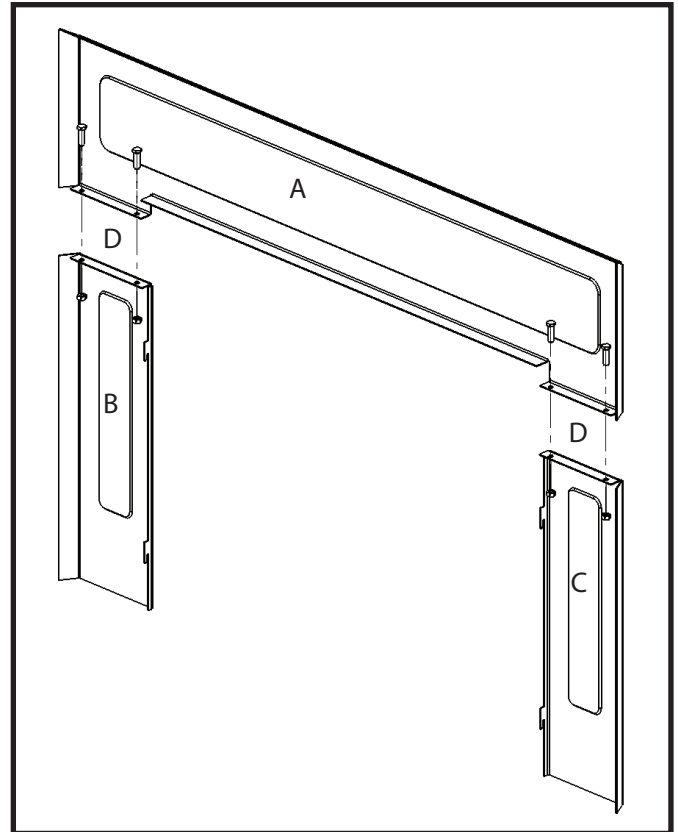

Figure 13: Ensemble de la devanture.
4. Fixer les pièces ensemble à l'aide des boulons et des écrous 1/4 x 1/2 po fournis dans les trous des points « D » indiqués (Figure 13).